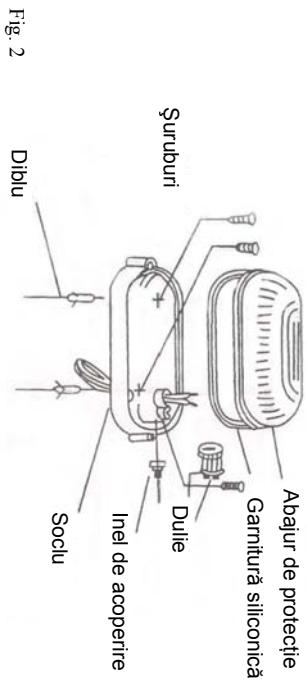

Fig. 2
- 2. Introduceți cablul de conexiune prin gaura din carcasa lămpii (fig. 2)